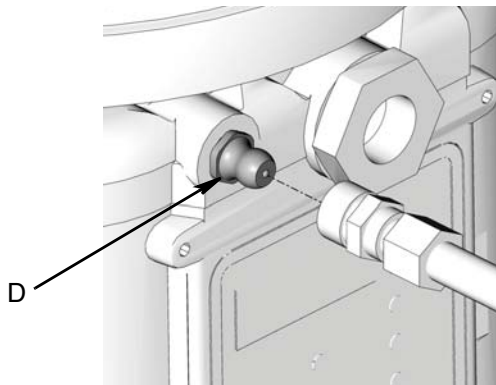

図 19
- 油受けの充填前には必ず取り付け金具 (D) (図 19) を清潔な乾いた布で拭いて下さい。埃および / あるいはゴミによりポンプおよび / あるいは潤滑システムが破損する可能性があります。
1. ホースを注入口マニホールドに接続します (図 19)。